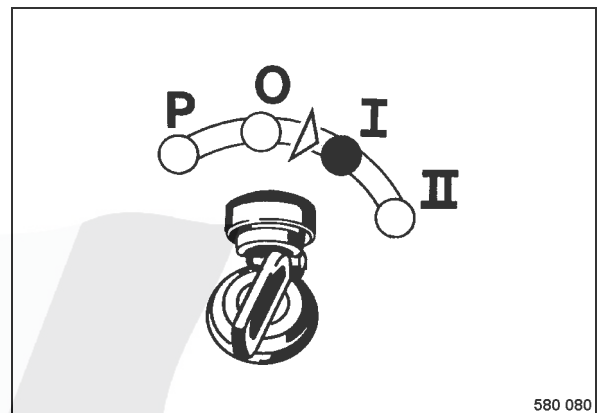

fig. 73
- Commuter l'interrupteur d'allumage sur position „I“ (fig. 73).